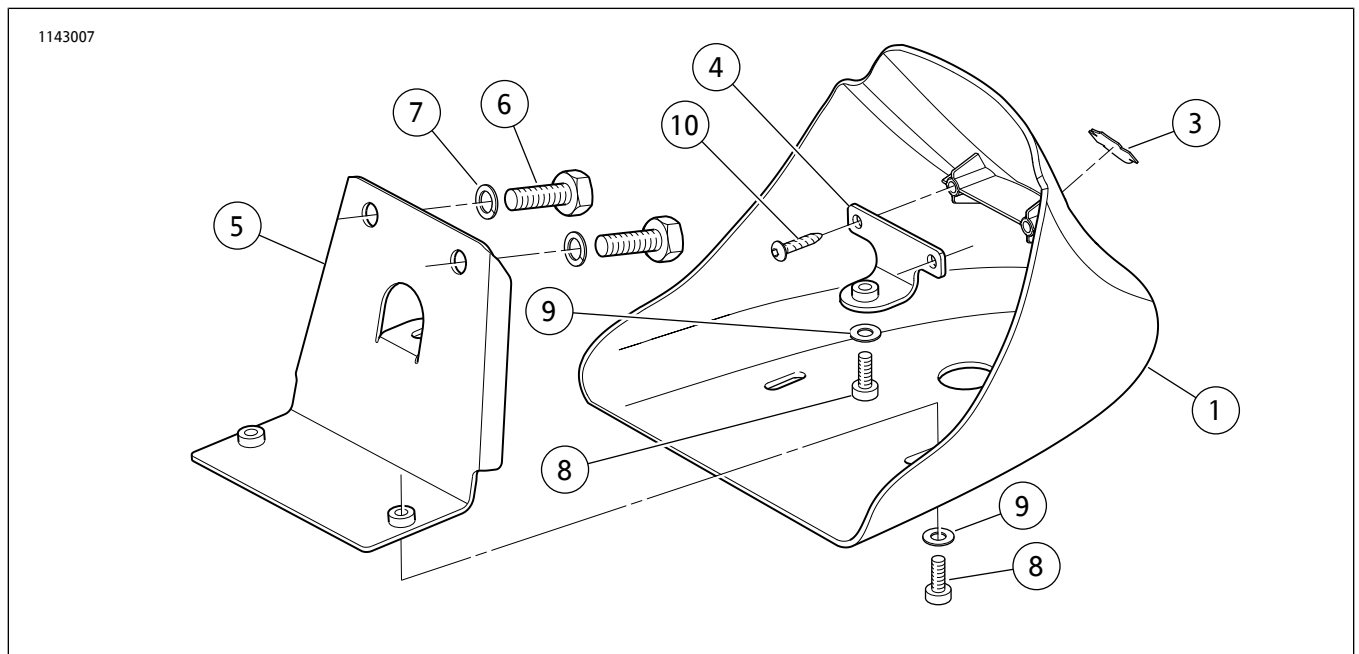

图1。维修零件：前扰流板套件
这些套件适用于所有2004年及之后的Sportster®车型。这些前扰流板无法与发动机防护装置一起使用。参见图1了解套件内容。
2. 参见图1。使用套件中的两个Hi-Lo螺丝(10)将上部前扰流板支架(4)固定到扰流板(1)内侧前端的凸台上。拧紧。